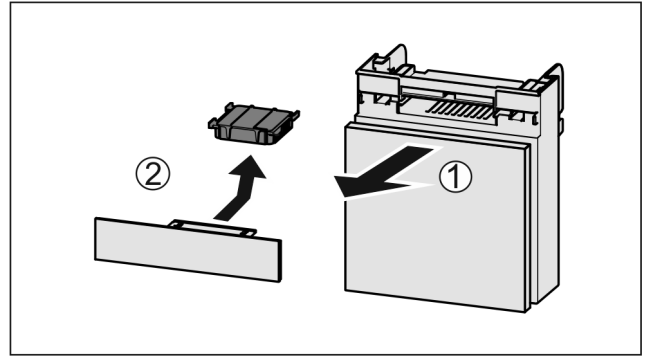

Fig. 108
- ▶ Retire el compartimiento hacia delante Fig. 108 (1).
- ▶ Retire el filtro de carbón activo Fig. 108 (2).